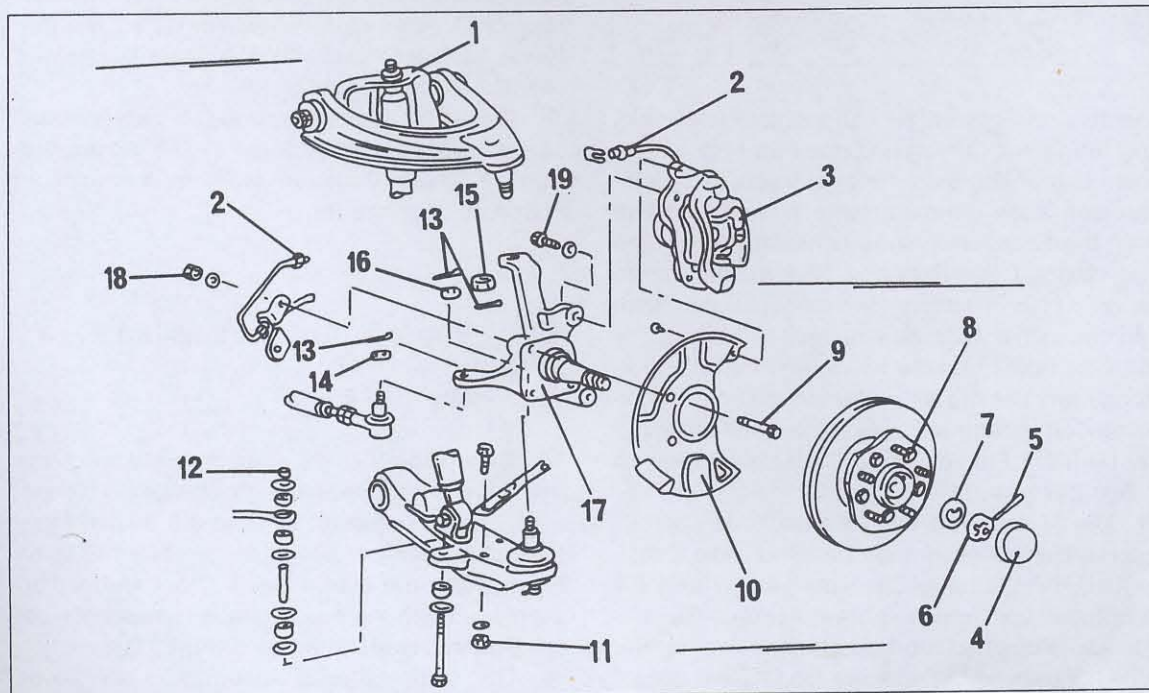

Bild 246
oberen und unteren Aufhängungskugellgelenks (das Traggelenk unten und das Führungsgelenk oben) vorhanden sein. Findige Mechaniker können sich auch ohne Abzieher helfen. Bild 246 zeigt die Einzelteile eines Achsschenkels nach dem Ausbau der Radnabe, wie sie bei einem Fahrzeug mit Zweiradantrieb eingebaut ist. Beim 4WD muss die Achswelle ausgebaut werden.
- Bei einem Achsschenkel eines 4WD kann man jetzt das obere Gelenk vom Achsschenkel abschrauben und mit einem Abzieher trennen. Der Einbau des Achsschenkels geschieht in umgekehrter Reihenfolge wie der Ausbau. Den in Bild 246 gegebenen Anzugsdrehmomenten folgen. Die Radnabe entsprechend den bereits gegebenen Anweisungen montieren.